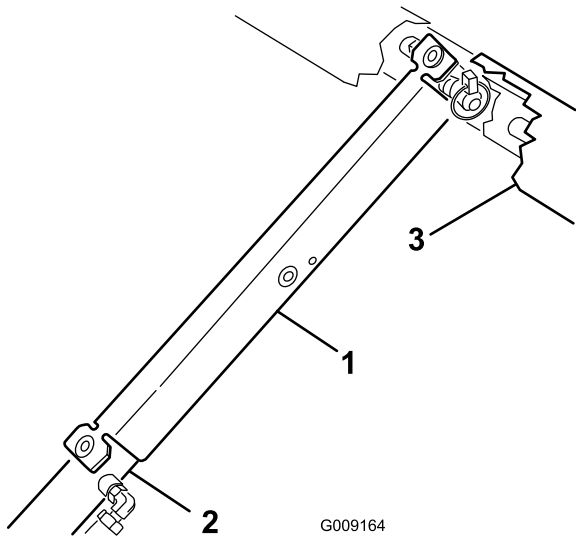

图22
3. 将货斗支架推入油缸杆，并确保支架端凸耳靠在油缸筒和油缸杆头上（图22）。